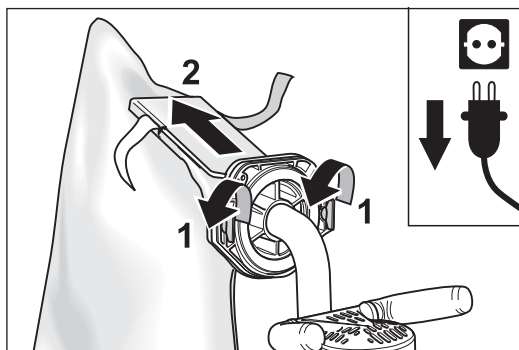

Fig. 15 Abrir los dos cierres rápidos y sacar la bolsa.
- 5 Abra los dos cierres rápidos de la brida receptora (Fig. 15).
- 6 Saque lentamente la bolsa colectora de la brida receptora (Fig. 15).